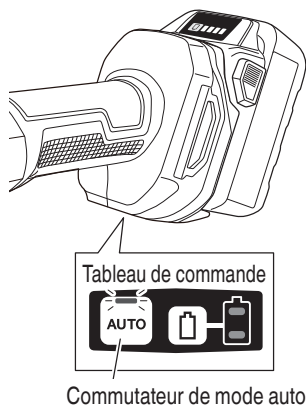

Fig. 14
11. À propos de la fonction de changement de mode (Fig. 14)